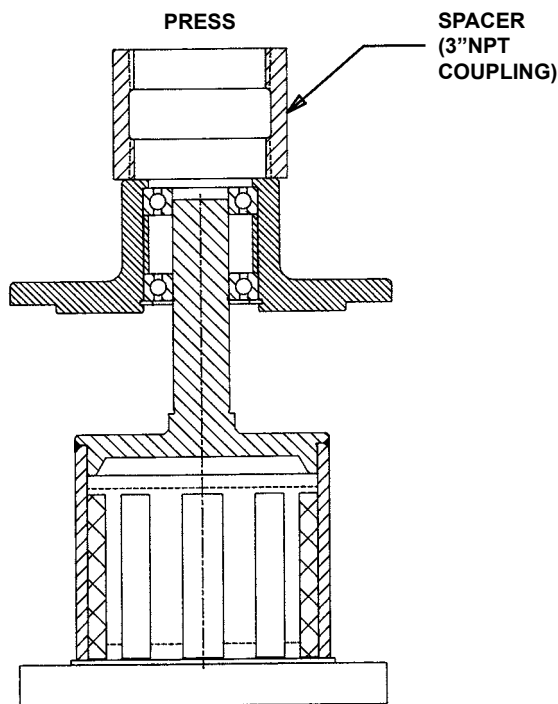

FIGURA 14
1. Ponga el cojinete (1) dentro del agujero de la guarnición. Tapa ligeramente o presione hacia adentro. Coloque el separador en el agujero e inserte el segundo cojinete. Pulse hacia abajo hasta que los cojinetes toquen el fondo. Instale el aro de retención interior en la guarnición del cojinete.
2. Saque el eje del magnetismo exterior e introdúzcalo en el cojinete hasta que se encuentre con resistencia. Póngalo en posición recta en el prensador (ver **Figura 14**), coloque el separador en el extremo de la guarnición como un acoplamiento NPT 3" y empuje la envuelta hacia abajo hasta que el cojinete choque con el anillo de refuerzo del eje. Instale el aro de retención exterior en el eje del magnetismo exterior.